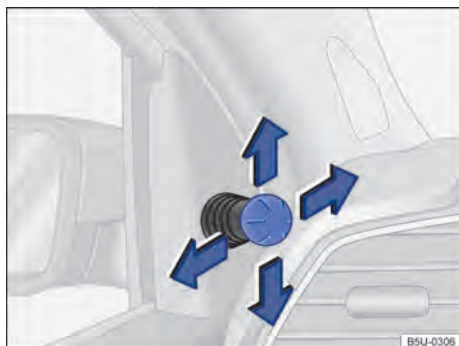
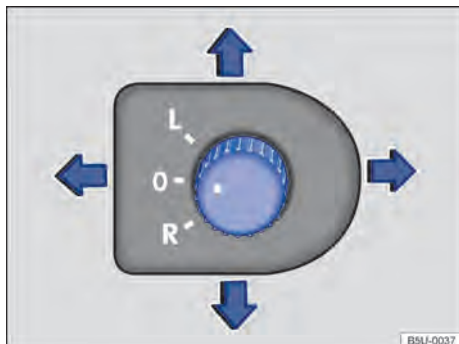

Fig. 74 Nas portas dianteiras: interruptor de ajuste dos espelhos retrovisores externos mecânicos.
Fig. 75 Na porta do condutor: interruptor rotativo de ajuste dos espelhos retrovisores externos elétricos.
- Movimentar o botão de ajuste no revestimento das portas dianteiras → Fig. 74.
- Girar o botão rotativo na porta do condutor até o símbolo desejado → Fig. 75.
Para ajustar os espelhos retrovisores externos mecânicos ou elétricos, movimentar o interruptor de ajuste → Fig. 74 (versão mecânica) ou o interruptor rotativo → Fig. 75 (versão elétrica) no revestimento das portas.